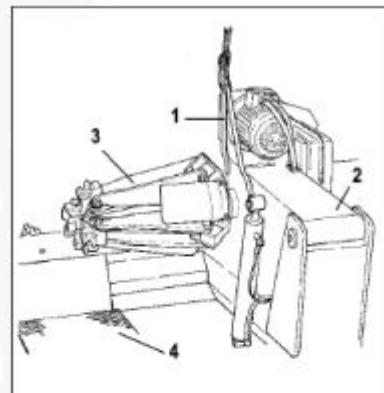

Рисунок 33
(на стенде для транспортировки установлена вилка 1 (рис. 33).
1) Опустите вниз до конца кронштейн сомкнутую цанг 2 (рис. 33).
2) Полностью сложите кронштейны цанги 3 (рис. 33).
3) Короткую 4 (рис. 33) до упора подведите к кронштейну.